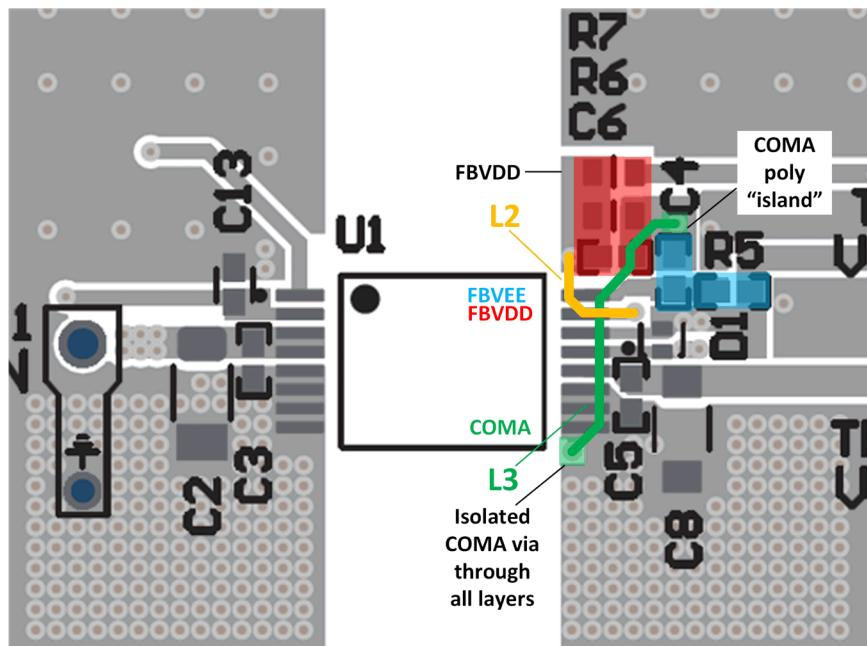

図 8-7. FBVDD (R6-7、C6)、FBVEE (R5、C4)、COMA 配線
- 図 8-7 にレイアウト例を示します。ここで、L2 (黄) はレイヤ 2 に配線され、L3 (緑) はレイヤ 3 に配線されています。